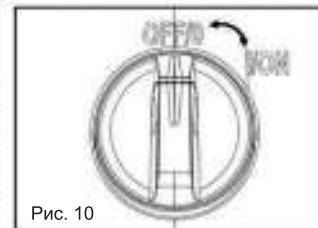

Рис. 10
- Включите мойку, переведя выключатель в положение «1» или «ON» (рис. 10). Дождитесь, когда из шланга высокого давления выйдет весь воздух.
- Переведите выключатель в положение «0» или «OFF» (рис. 10)